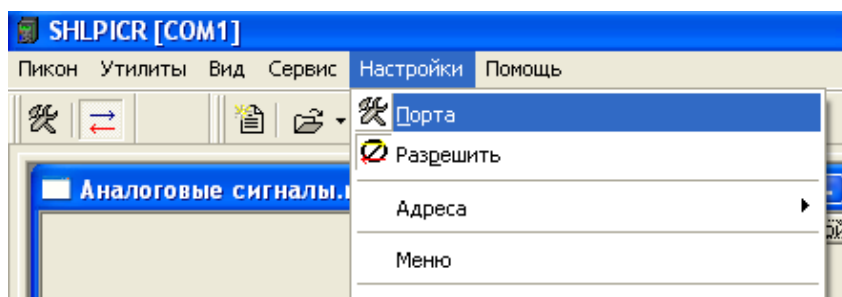

Рисунок 2.1 – Меню «Настройки»
**2.4.2.1** Перед началом работы необходимо настроить СОМ-порт компьютера. Для этого следует выбрать пункт «Порта» в меню «Настройки» (рисунок 2.1) или значок  на панели инструментов/